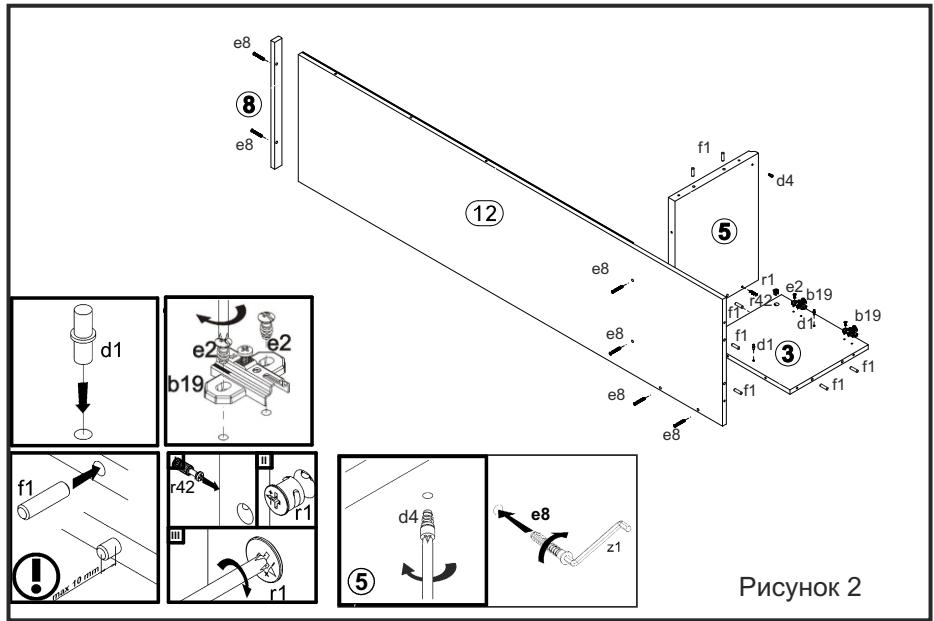

Рисунок 2
2. В отверстия Ø8 мм на верхних и нижних кромках стенок боковых 1, 3, средней 2, нижней кромке щита 12, боковых кромках полки соединительной 6, щита 5 вбить деревянные шканты f1 (см. рис. 2, 3).
3. В отверстия Ø15 мм на нижней поверхности полки соединительной 6, на внутренней поверхности стенки боковой правой 3 вставить стяжки эксцентриковые r1 (см. рис. 2, 3).
4. В отверстия Ø5 мм на внутренних поверхностях стенок боковых 1, 3 прикрутить еврошурупами e2 ответные планки петель b19 (см. рис. 2, 4).
5. В отверстия Ø5 мм на внутренней поверхности стенки боковой 3, на правой поверхности стенки средней 2 вбить полкодержатели d1 (см. рис. 2, 4).
6. В отверстие Ø5 мм на нижней поверхности щита 5 вкрутить ограничитель двери d4 (см. рис. 2).
9. Соединить детали 1, 2, 3, 4, 5, 6, 7, 8, 12 при помощи шкантов f1, еврошурупов e8 и стяжек эксцентриковых r1. Затянуть стяжки эксцентриковые r1 и еврошурупы e8 с помощью ключа z1 (см. рис. 2, 3, 4). Стяжки эксцентриковые закрыть заглушками s2.